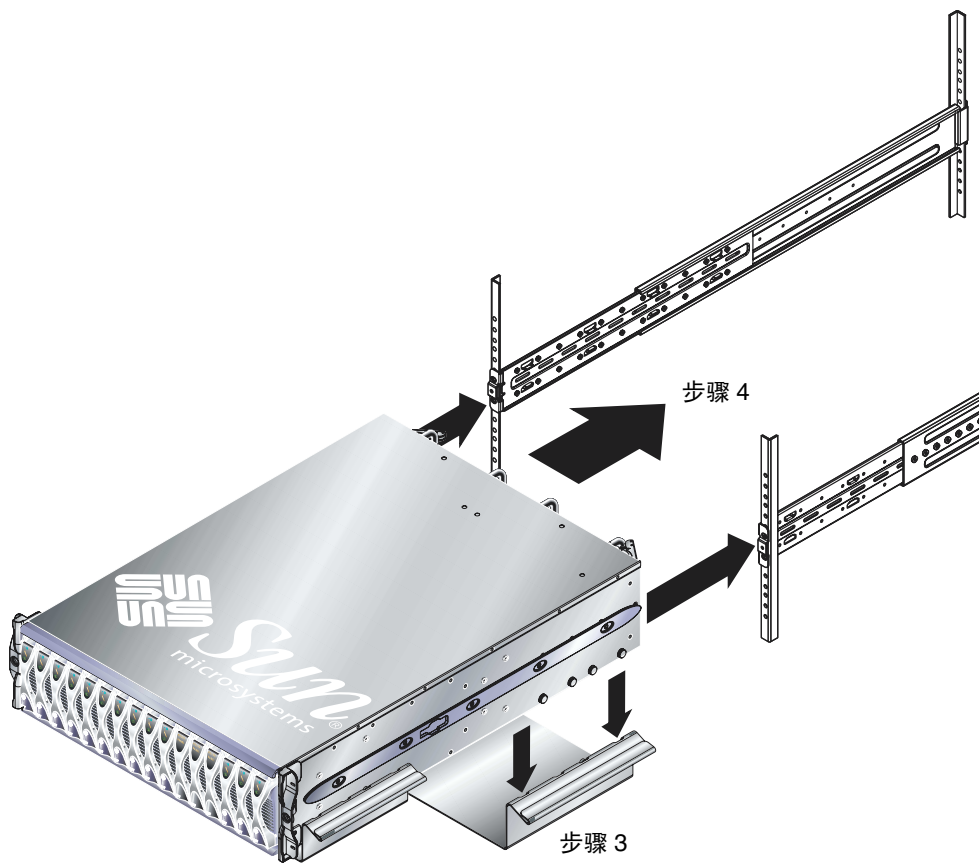

图 3-6 将系统机箱与托架对齐（19 英寸、四柱机架）
3. 卸下机箱背面的保护性提升把手（图 3-6）。
5. 将系统机箱与机架托架对齐（图 3-6）。